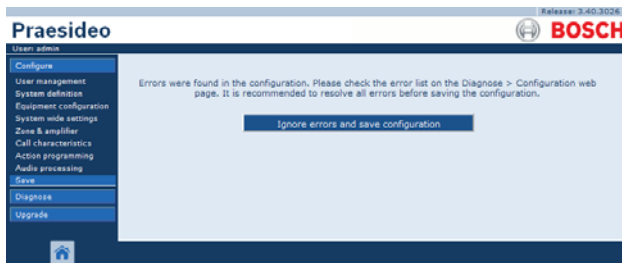

рисунок 41.6: Окно "Ignore errors and save configuration"
- Если будут обнаружены ошибки, отобразится сообщение о необходимости их устранения. Можно проигнорировать ошибки и сохранить конфигурацию, чтобы продолжить настройку позже. Отобразится только одна кнопка: *Ignore errors and save configuration*. См. рисунок 41.6.